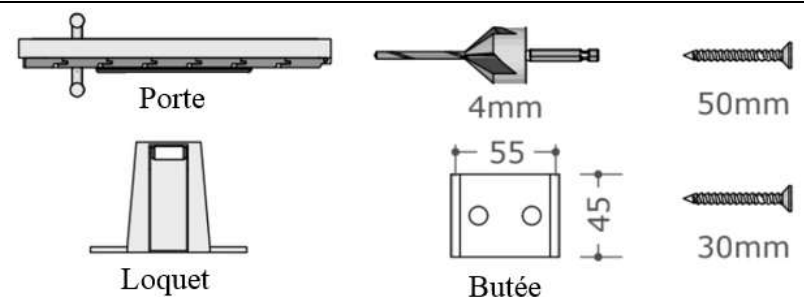

Fig. 8a-Installation de la porte
- Retirez la vis et la latte de calage et placez la porte sur la base. Aligner le lambris extérieur de la porte avec le lambris extérieur de la cabine (Fig.8a).